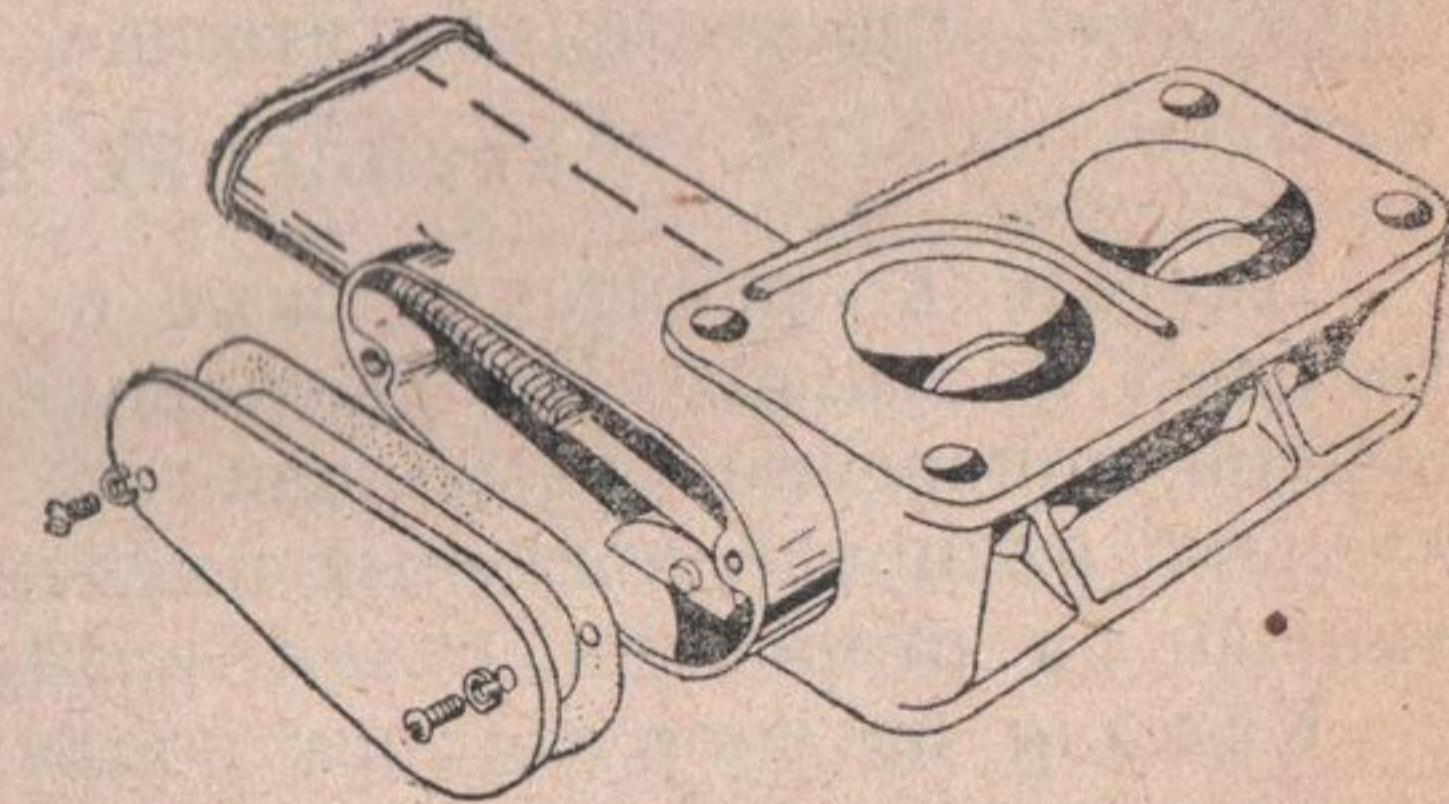

Рис. 12. Ограничитель частоты вращения коленчатого вала двигателя
**Ограничитель максимальной частоты вращения** коленчатого вала двигателя (рис. 12) устанавливается между карбюратором и впускной трубой.